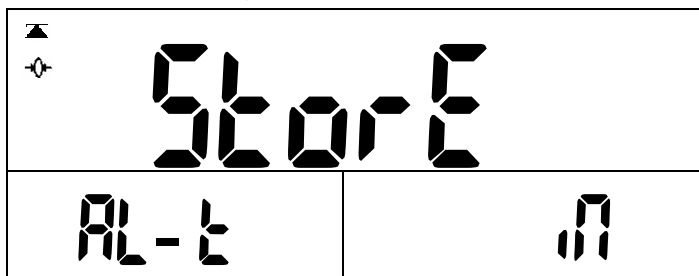

图 31
- e. 按**确认**键后存储报警模式，用**扣重**键选择限内（IN—默认）或限外（OUT）报警，显示如（图 31）